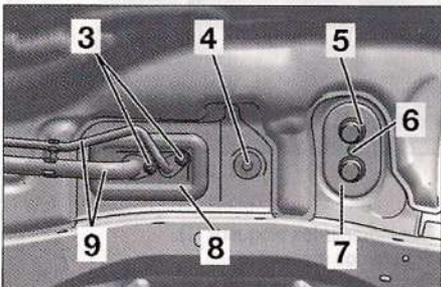

FIG. 30
- Desmontar las tuercas (3) (Fig.30).